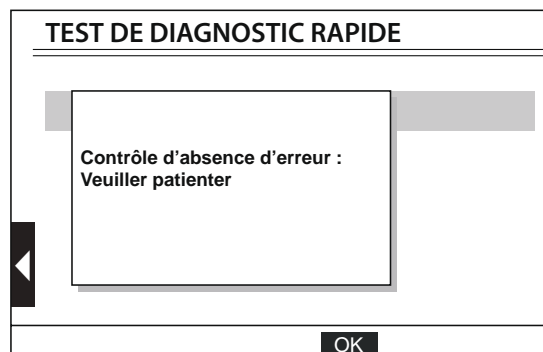

Figure 5 - Écran test de diagnostic rapide
- **Test de diagnostic rapide** – Effectue un test du système rapide de la sècheuse et affiche les résultats de l'erreur dans une boîte de dialogue (voir figure 5). Effectue le test du moteur du tambour et des éléments chauffants, des thermistances de décharge et d'entrée, de la circulation d'air (AF) et de la ligne de tension basse (L2). Le test s'arrête à la première erreur détectée. Ce test sert à détecter les erreurs et à vérifier les réparations. **NOTE** : La porte doit être fermée pour l'exécution des tests.